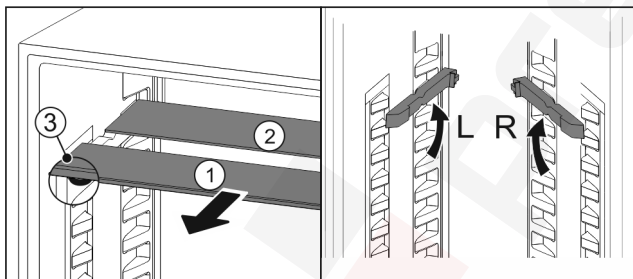

Fig. 22
- ▶ Húzza ki Fig. 22 (1) előre az üveglapokat egyesével.
- ▷ Az üveglap Fig. 22 (1) a díszléccel előre néz.
- ▷ Az ütközők Fig. 22 (3) lefelé mutatnak.